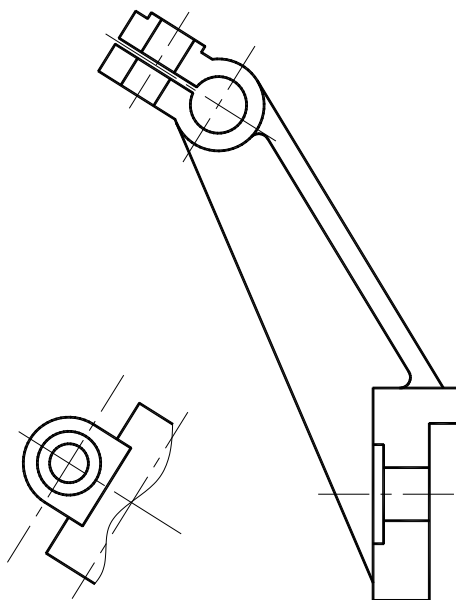

图 7-16 完成主视图轮廓线
(5) 修剪掉多余的线, 并删除多余的辅助直线, 完成主视图轮廓线的绘制, 如图 7-16 所示。